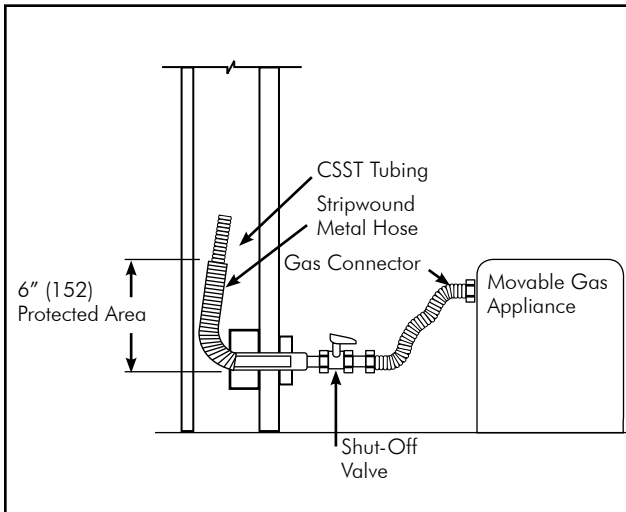

FIG. 4-21 Stainless Steel Gas Connector Connection to a Movable Gas Appliance
- A. DE PLUS, NOTEZ LES DISTANCES MINIMALES DES CONDUITS EN MÉTAL À ONDES HÉLICOÏDALES AUX **FIG. 4-21 & 4-22**
- **Le branchement d'appareils mobiles**, comme les cuisinières et les sècheuses, doit être effectué à l'aide de raccords flexibles approuvés (voir la **FIG. 4-21**).